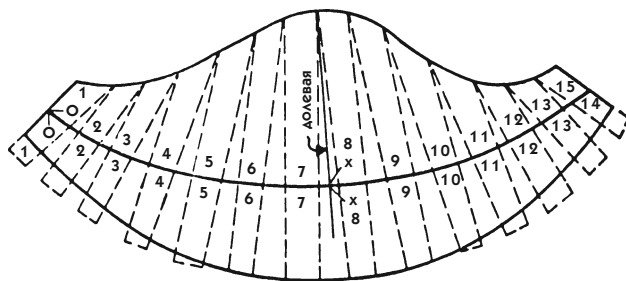

Рис. 667
4. Положите полоски на другой лист бумаги и раздвиньте их, чтобы получить расширение, постепенно уменьшающееся к боковым срезам (см. рис. 667).
- Начертите контуры рукава и снимите копию с лекала (см. рис. 667).
6. Перенесите чертеж на предыдущее развернутое лекало (сплошные линии на рис. 667). Нижняя часть рукава должна измениться: длина низа уменьшится в точных пропорциях.
7. Переснимите всю нижнюю часть рукава и перенесите засечки O и X, как на рис. 667 и 668.